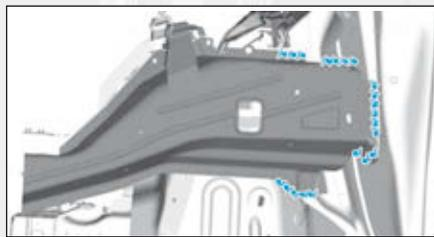

FIG.50
- un mastic d'étanchéité indice "A4" (Fig.50),